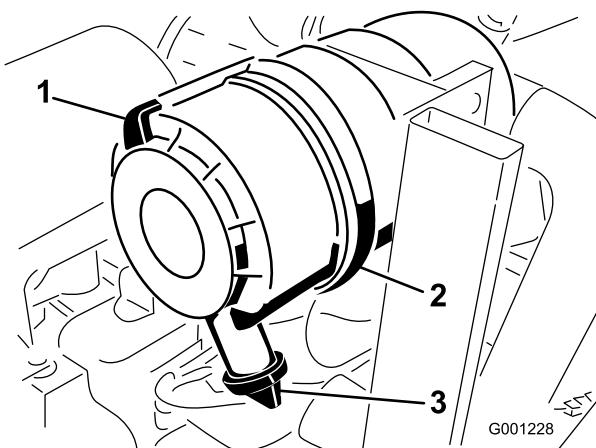

図 46
- ラッチを引いて外し、カバーを左にひねってボディーからはずす(図 46)。
- ボディーからカバーを外す(図 46)。
- C. 元通りに取り付ける。 8. 出口バルブが下向き（後ろから見たとき、時計の5:00と7:00の間にになるように）カバーを取り付ける（図 46）。